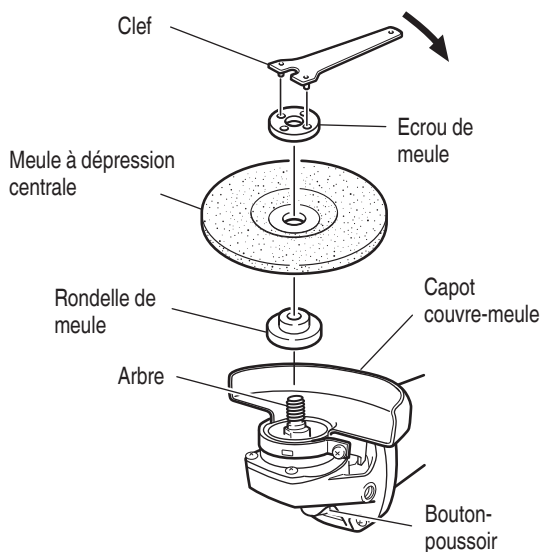

Fig. 5
S'assurer que la bouton-poussoir n'est pas engagée appuyant dessus deux ou trois fois avant de mettre la meuleuse à disque en marche. (Fig. 5)
- (1) Mettre la meuleuse à disque à l'envers de façon que l'arbre soit dirigé vers le haut.
- (2) Aligner l'entaille de forme ovale de la rondelle de meule avec l'encoche de l'arbre, puis les attacher.
- (3) Positionner la protubérance de la meule à dépression centrale sur la rondelle de meule.
- (4) Visser l'écrou de meule sur l'arbre.
- (5) Tout en poussant sur la bouton-poussoir avec une main, verrouiller l'arbre en tournant doucement la meule à dépression centrale avec l'autre main. Serrer l'écrou de meule en utilisant la clef fournie comme montré sur la Fig. 5.